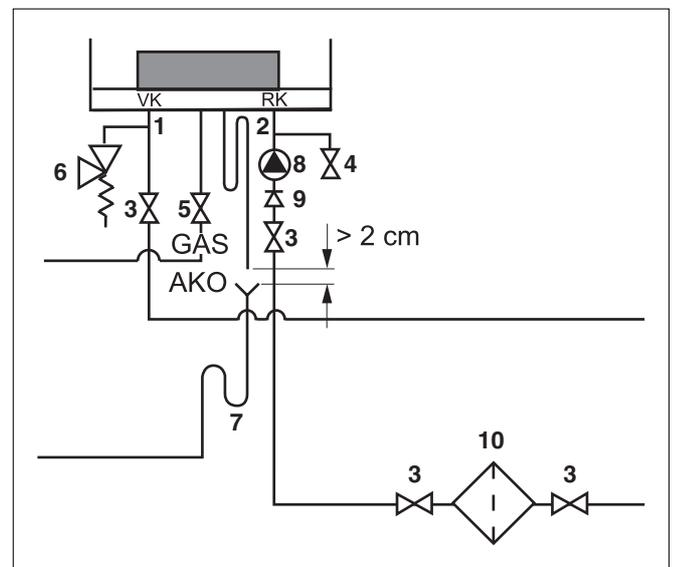

Fig. 14 Collegamento in mandata e ritorno
Per proteggere l'intero impianto di riscaldamento si consiglia di montare un filtro impurità (fig. 14, **pos. 10**) nella tubazione di ritorno. Nel caso in cui la caldaia venga collegata ad un impianto di riscaldamento esistente da molto tempo, è assolutamente necessario montare tale filtro.
- VK (mandata caldaia) (fig. 14, **pos. 1**). Utilizzare tubazioni di mandata con diametro minimo di 1½".
- RK (ritorno caldaia) (fig. 14, **pos. 2**). Utilizzare tubazioni di ritorno con diametro minimo di 1½".
- Per la manutenzione ordinaria della caldaia, in mandata e ritorno, montare un rubinetto di intercettazione (fig. 14, **pos. 3**). Utilizzare rubinetti con un diametro minimo di 1½".
- Installare un rubinetto di carico e scarico nella tubazione di ritorno (fig. 14, **pos. 4**).